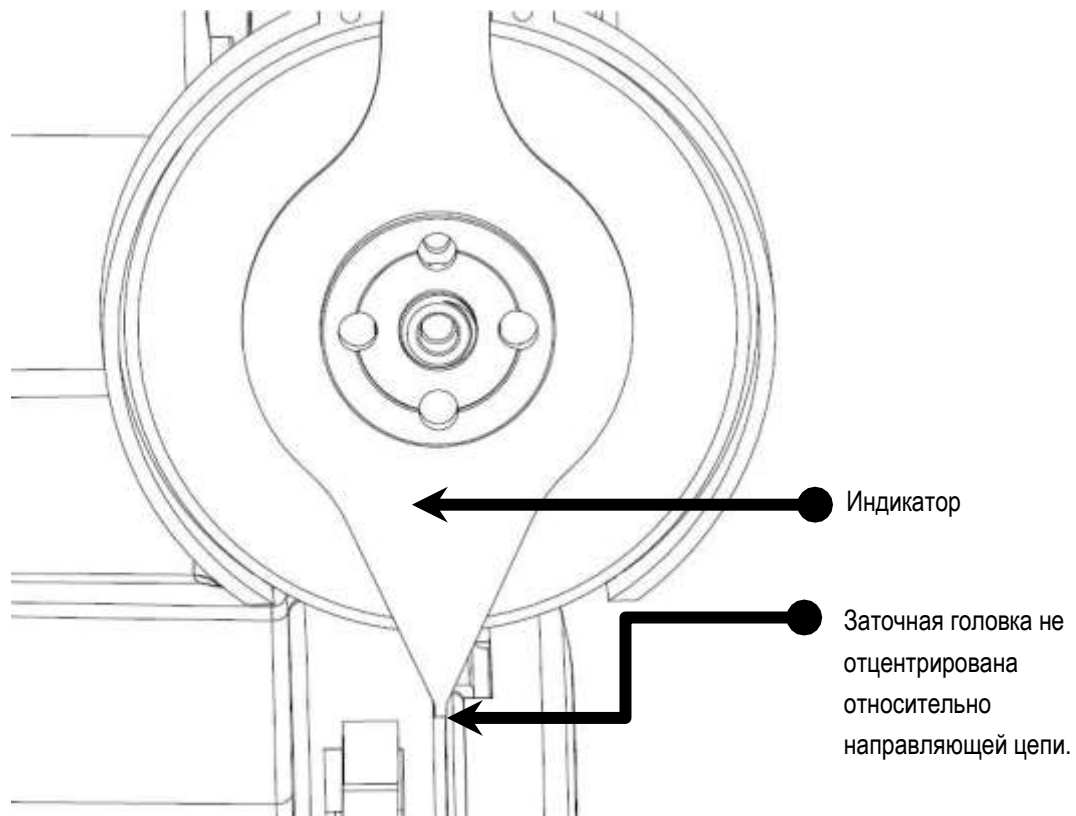

Рисунок 2
3. Проверьте центровку заточной головки относительно направляющей цепи. См. рисунок 2.